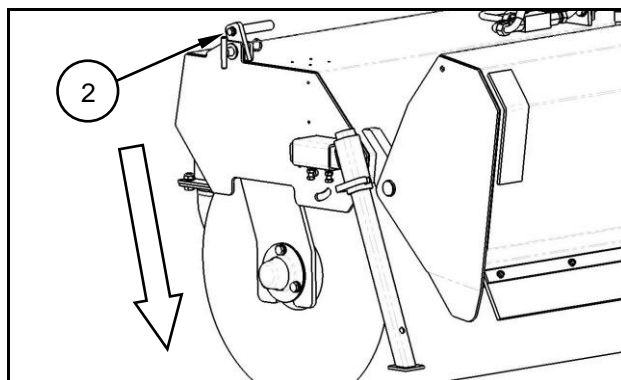

Bild 6.2
- Ställ in gillersystemet (2) i det lägsta läget på båda sidor (Fig. 6.2).